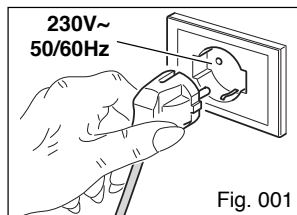

Fig. 001
- **Collegare l'apparecchio SOLO a prese di corrente aventi portata minima 10A (fig. 001).**